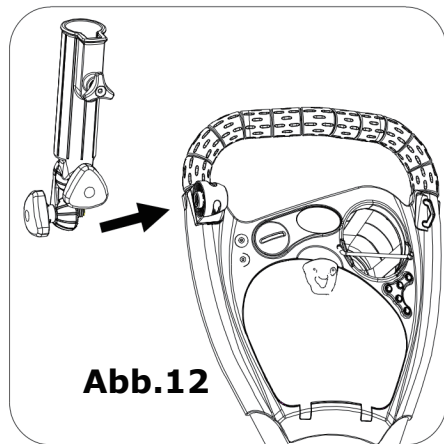

Abb.12
12. Zum Einsatz: Befestigen Sie den Schirmhalter einfach am Trolley wie in Abb. 12